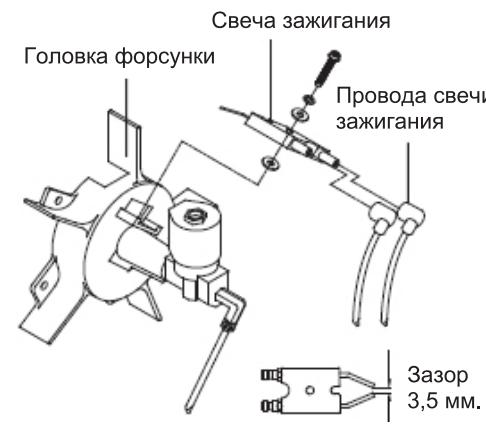

Рис.13.
3. Снимите свечу зажигания с головки форсунки (рис. 13);